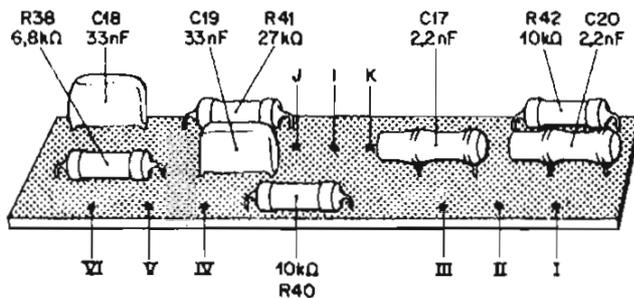

Figura 10 - Vista de conjunto da placa de fixação auxiliar montada
- 7 - Coloque e solde os capacitores de poliéster metalizado C_{18} e C_{19} (laranja/laranja/laranja/branco/vermelho), bem como os cerâmicos plate C_{17} e C_{20} em seus respectivos lugares. O aspecto da placa auxiliar, após estas operações, é mostrado na figura 10. (Note que nessa figura a placa está colocada de modo a permitir melhor visualização dos componentes).